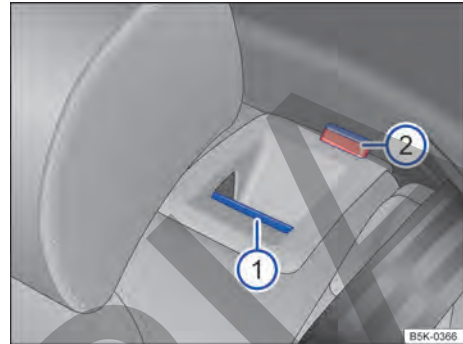

Fig. 64 En el respaldo del asiento trasero: tecla de desbloqueo.
- Tirar de la tecla de desbloqueo → fig. 64 ⓘ hacia adelante y, al mismo tiempo, rebatir el respaldo del asiento trasero hacia adelante.
- La parte de respaldo del asiento trasero estará desbloqueada cuando la marca roja → fig. 64 ⓘ sea visible.
- La marca roja → fig. 64 ⓘ ya no puede ser visible.